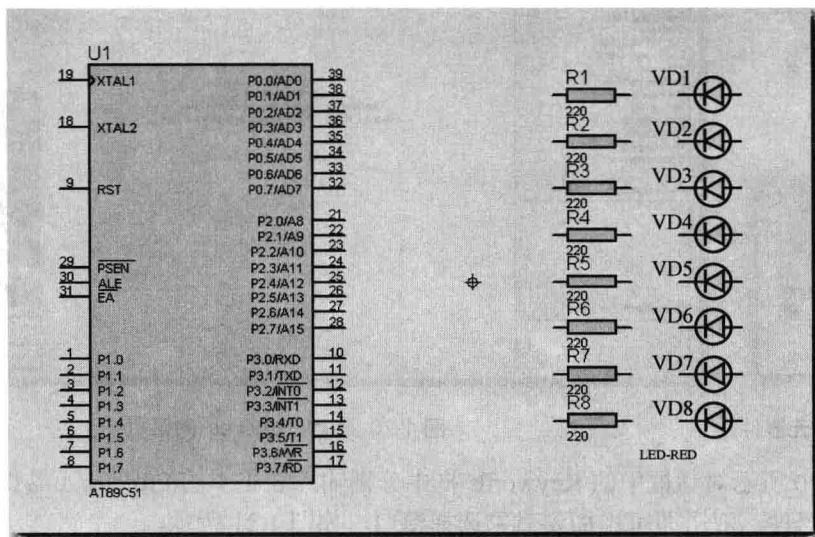

图 1.23 放置其余元器件
(6) 放置其余元器件，步骤同上，并根据需要对摆放位置微调，如图 1.23 所示。